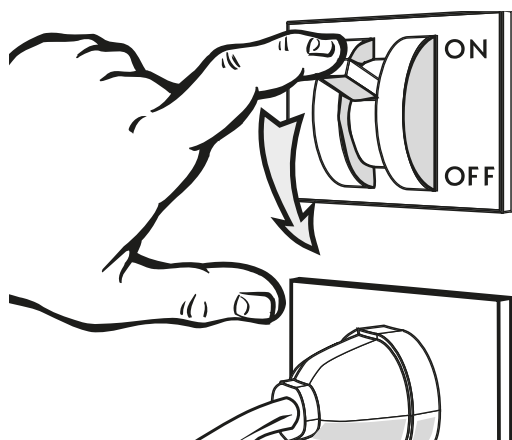

Fig. 41
- Togliere la tensione elettrica al banco tramite l'interruttore sezionatore generale a parete ("Fig. 41").